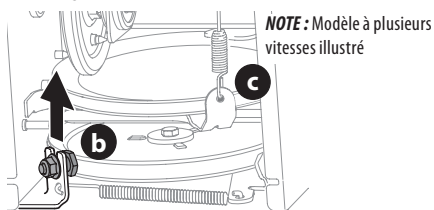

Figure 80
6. Desserrez le boulon à épaulement (b) qui sert de garde-courroie et retirez-le. Puis, décrochez le ressort (c) du châssis. Voir (Figure 80).
NOTE : Assurez-vous d'installer le boulon à épaulement (a) et de fixer le ressort au châssis après avoir installé la courroie neuve. Voir (Figure 80).